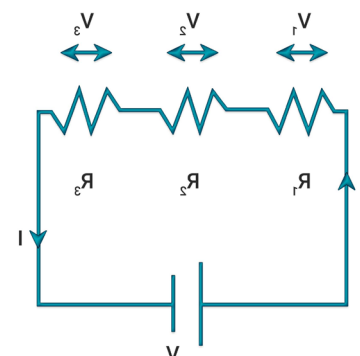

Figura 7. Circuito en serie [3].
- **Circuitos en serie:** en este caso, los electrones pasan por todas las resistencias sucesivamente, es decir, por todas ellas circula la misma intensidad de corriente. La diferencia de potencial total (DV) será la suma de los DV en cada resistencia, como se ve en la (figura 7).